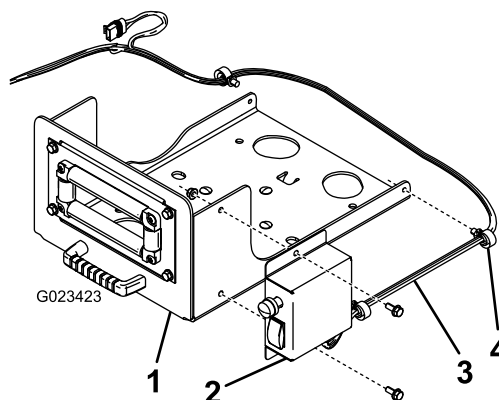

Figure 6
5. Fixez le boîtier d'interrupteur sur la plaque pivotante au moyen de 2 boulons (5/16 po) et 2 écrous à embase (5/16 po), comme montré à la Figure 6.
6. Fixez le faisceau de câblage sur les côtés de la plaque pivotante au moyen des clips existants (Figure 6).